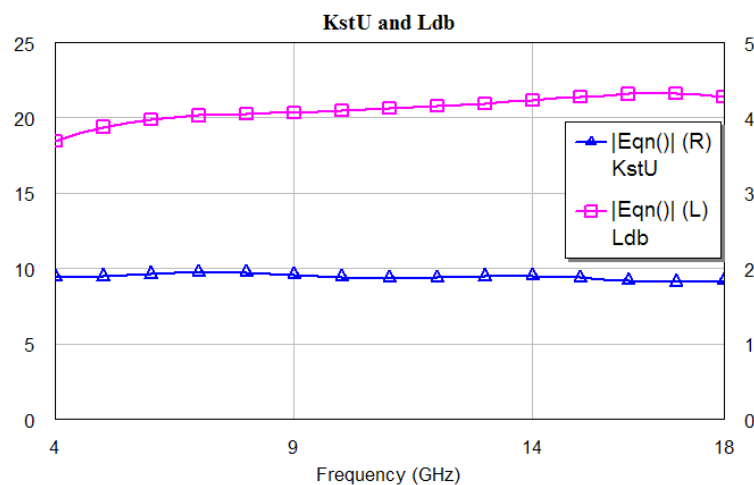

Рис. 7.4. Результаты анализа КСВН и рабочего ослабления аттенюатора
5.6. Провести анализ введенных параметров. Для этого выбрать команду «Analyze» в меню «Simulate». График с расчетными характеристиками появится на экране (см. рис. 7.4).